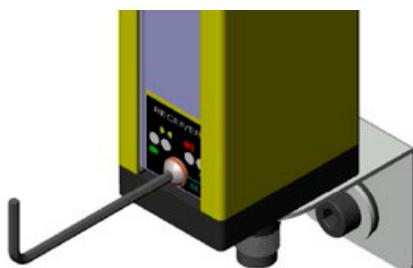

Figura 6.5: Remova o parafuso frontal para programar
9. Inserir novamente o parafuso para proteção da programação efetuada (Ver Figura 6.5 na página 97). Ao término da programação, o LED azul irá piscar conforme a programação efetuada, 1, 2 ou 3 vezes, respectivamente para programação efetuada com 1, 2 ou 3 feixes.